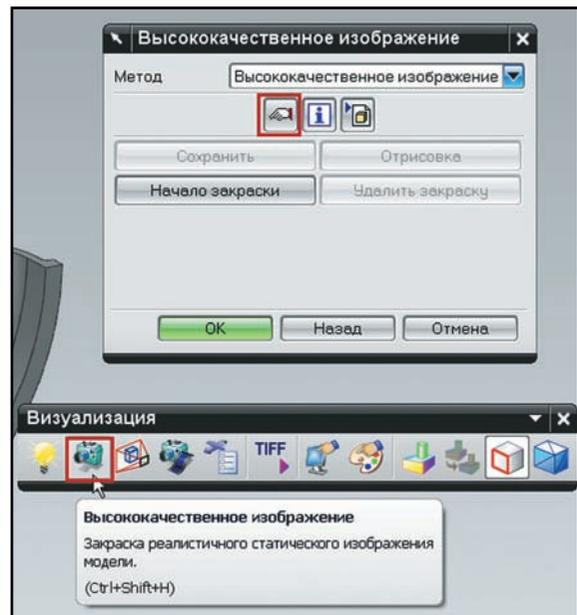

Рисунок 11.29. Панель генерации изображения
- После задания источников света на инструментальной панели **Визуализация** нажмите кнопку **Высококачественное изображение (High Quality Image)**, чтобы вызвать диалог создания статического изображения. В выпадающем списке **Метод (Method)** выберите метод рендеринга. Описание каждого метода вы можете найти в документации к системе NX. В данном примере оставим значение по умолчанию и перейдем к настройке получаемого изображения (рис. 11.29).